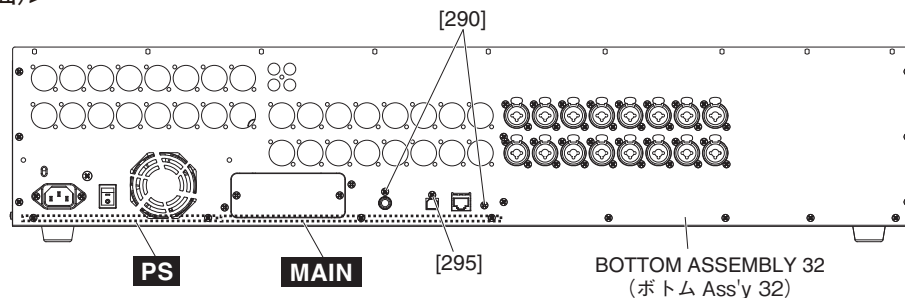

Fig. 8 (図8)
A-4-6 Remove the two (2) screws marked [290] and the screw marked [295] and ten (10) screws marked [310], the hexagonal spacer marked [320]. The MAIN circuit board can then be removed. (Fig. 8)
When installing the screws marked [310], tighten the screws **A shown in Fig. 8 and then tighten the other screws.**
A-4-6 [290] のネジ 2 本と [295] のネジ 1 本と [310] のネジ 10 本と [320] の 6 角スペーサ 1 本を外して、MAIN シートを外します。(図 8)
※ MAIN シートを取り付けの際は、[290] のネジと [295] のネジを締めてから [310] のネジを締めてください。[310] のネジは、図 8 に示す **A** のネジを締めてから他のネジを締めてください。
- A-5-8 Remove the ten (10) screws marked [200]. The PS circuit board can then be removed. (Fig. 8)
- * **When installing the PS circuit board, tighten the screws **a** to **b** shown in Fig. 8 in numerical order and then tighten the other screws.**
- A-5-8 [200] のネジ 10 本を外して、PS シートを外します。(図 8)
- ※ PS シートを取り付ける際は、図 8 に示す **a**、**b** の順にネジを締めてから他のネジを締めてください。